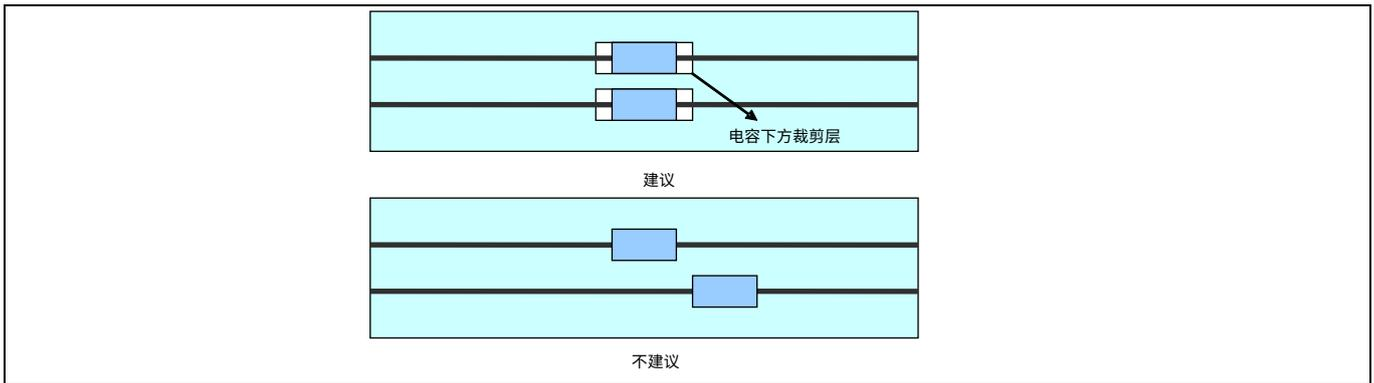
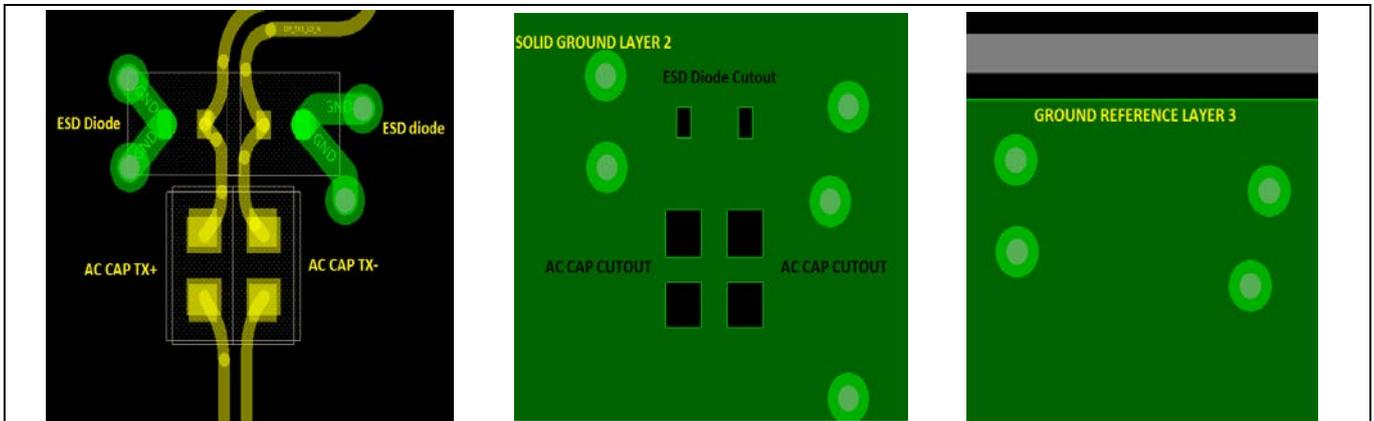

Figure 16 SuperSpeed TX 线的去耦电容布局
Figure 17 交流去耦电容/ESD cutout
- 需要对位于这些交流去耦电容正下方的最少一层进行截断，旨在符合电容的外形，以便避免在各线上由电容焊盘而导致的额外电容。Figure 16 显示的是合理的去耦电容布局，Figure 17 显示的是交流去耦电容/ESD cutout。实现主机与器件设计时，为避免缆线噪音影响 FX3 器件，交流去耦电容应摆放在 USB 连接器附近。交流去耦电容摆放靠近 FX3 器件仅在于当 FX3 连接至集线器或其他嵌入式控制器时。